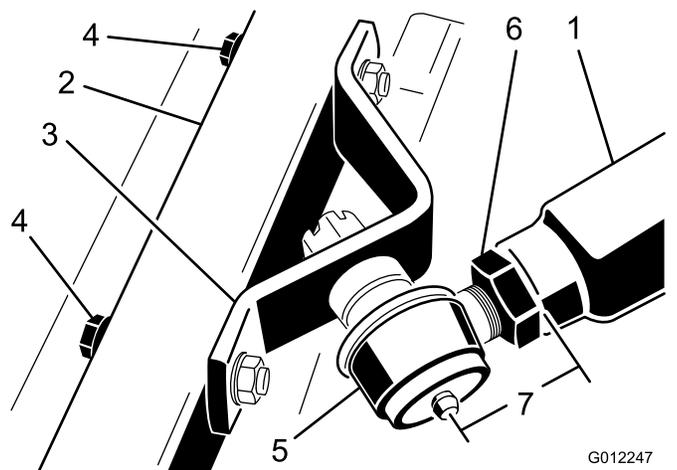

Figura 9
6. Apriete la contratuerca grande que sujeta la articulación esférica al brazo de empuje (Figura 9). Al apretar la contratuerca, sujete la articulación esférica en línea recta para permitir que oscile correctamente al elevar y